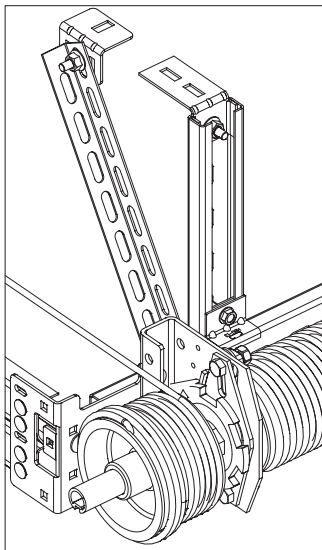

Рис.26.7
5) Произвести установку раскосов на подвесах, установленных в районе храповых муфт (рис.26.7)